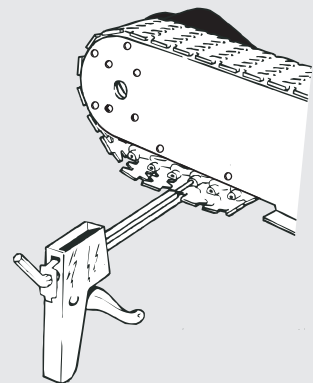

Fig. 4. Aplicação da ferramenta para inserção de pinos
5. Introduza o pino de aço usando a ferramenta para inserção e remoção de pinos. (Fig. 4.)